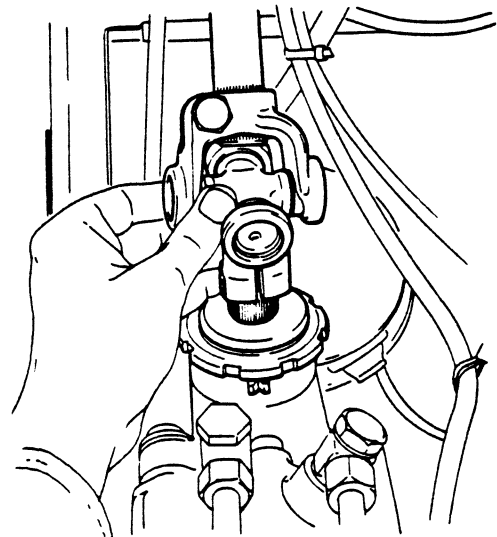

Fig. 2
- Verwijder de kruiskoppeling van de ingaande as van het stuurhuis (Fig. 2).